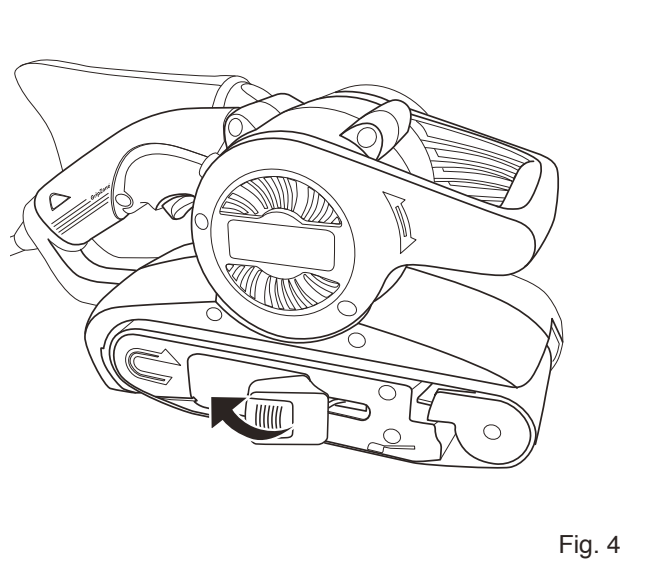

Fig. 4
- Coloque novamente a alavanca na posição inicial (fig. 4).